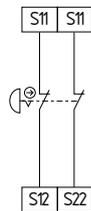

Abb. 6
**Zweikanalige NOT-HALT-Schaltung mit Befehlsgeräten nach EN ISO 13850 und EN 60947-5-5 (siehe Abb. 6)**